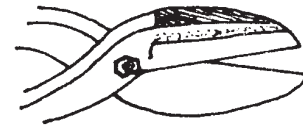

Figura 3
**Tijeras.** Es toda de metal y se usa para realizar cortes en láminas de pequeñas longitudes. Las hay de diferentes tamaños y formas, pero la que más se utiliza es la que te mostramos en la figura 3.